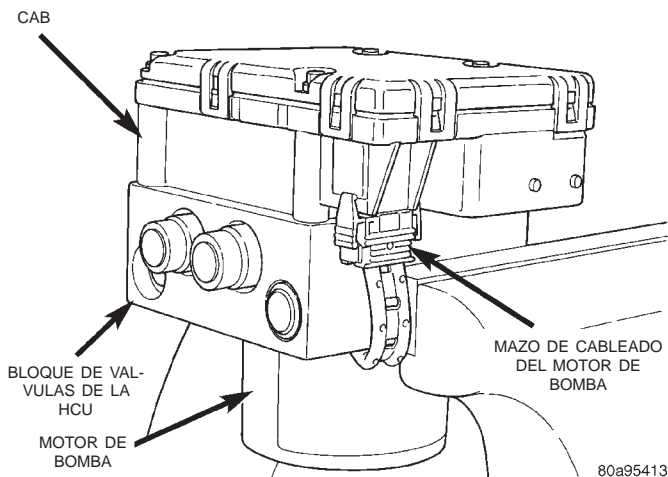

Fig. 33 Motor de bomba a mazo de cableado del CAB
- (1) Retire la ICU del vehículo. Para informarse sobre el procedimiento de desmontaje, consulte Unidad de control integrado del ABS en la sección Desmontaje e instalación de este grupo del manual de servicio.
- (2) Desenchufe del CAB el mazo de cableado del motor de la bomba (Fig. 33).
- (3) Enchufe el mazo de cableado del motor de bomba en el CAB (Fig. 33).
- (4) Instale la ICU. Para informarse sobre el procedimiento de instalación, consulte Unidad de control